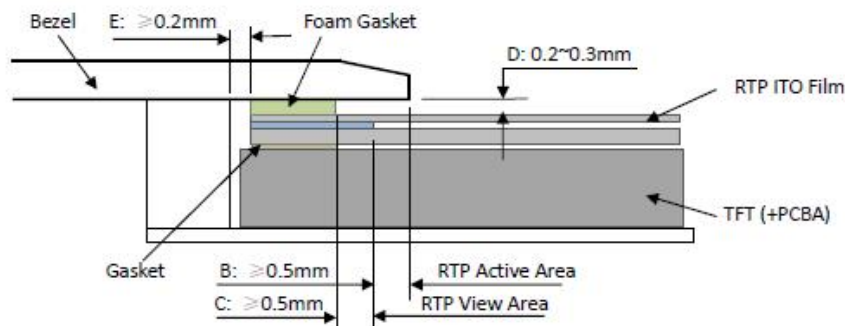

Figure 4
- It should bezel touching the RTP Active Area (A.A.) to prevent abnormal touch. It should left gap  $D=0.2\sim0.3\text{mm}$  in between. (Figure 4)
It is suggested to protect those areas with gasket (between the bezel and RTP). The suggested figures are  $B\geq 0.50\text{mm}$ ;  $C\geq 0.50\text{mm}$ . (Figure 4)
- The bezel side wall should keep space  $E=0.2\sim0.3\text{mm}$  from the RTP. (Figure 4)
- 为避免面框直接压在动作区 (A.A.) 上造成误动作，面框与电阻触摸屏 (RTP) 之间应留有一定的空隙  $D=0.2\sim0.3\text{mm}$  之间。（附图 4）
- 设计面框时，要注意用面框保护触摸屏四周的非保证操作区域，因为布线区域在此处形成一台阶，在此区域附近操作时 ITO Film 变形较大，容易导致 ITO 损坏而降低寿命。为保护 RTP 和避免误操作，在 RTP 与面框之间垫缓冲物（Gasket），我们建议设计面框应覆盖动作区的边缘，面框边缘到 V.A. 区的距离  $B\geq 0.50\text{mm}$ ；垫圈内边缘到 V.A. 区的距离  $C\geq 0.50\text{mm}$ 。（附图 4）
- 在设计面框与 RTP 组装时，应考虑到面框内侧与 RTP 外侧的间距  $E\geq 0.2\text{mm}$ 。（附图 4）